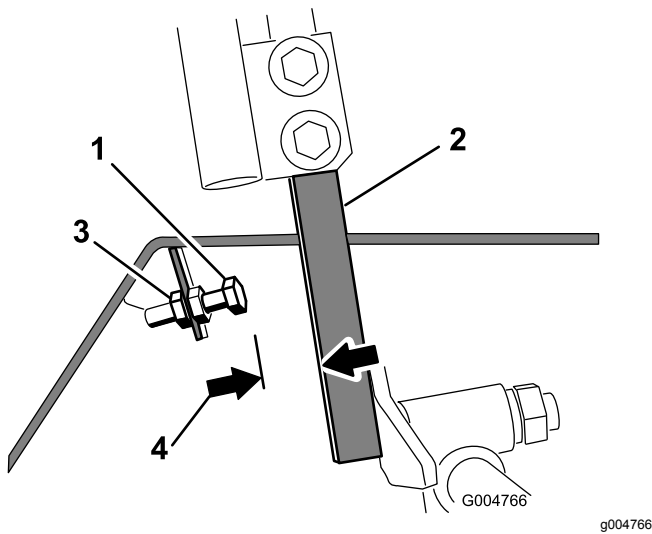

Figura 54
- Solte a porca de retenção no parafuso de paragem para uma alavanca de controlo (Figura 54).